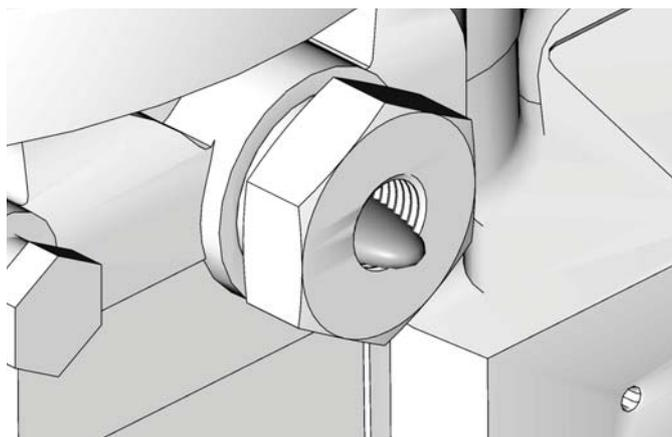

FIG. 12
2. Far funzionare la pompa solamente finché il lubrificante non risulti fuoriuscire dal raccordo dell'elemento privo di aria (FIG. 12).